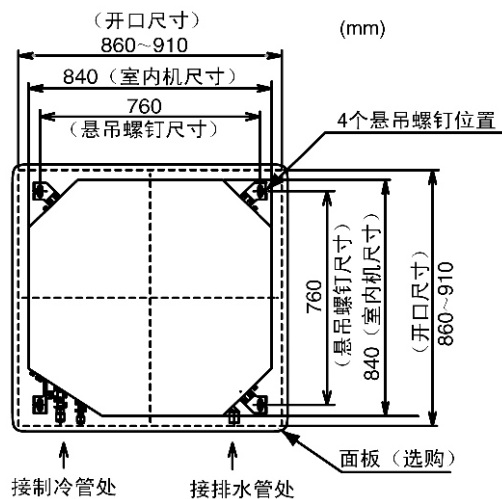
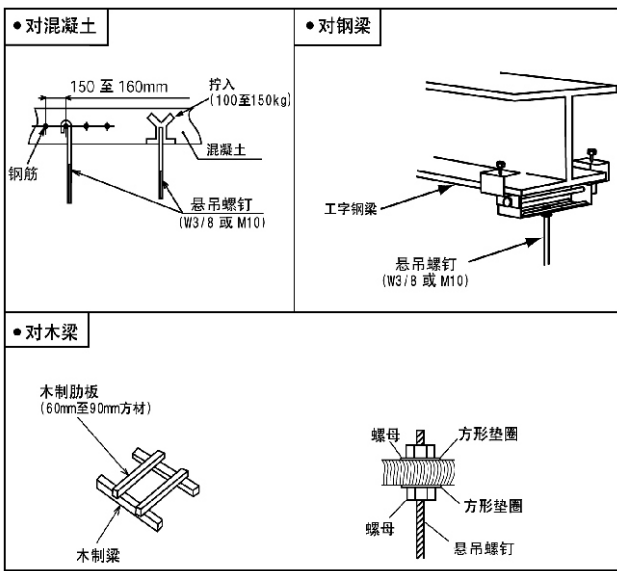

图6.3 天花板开口及悬吊螺栓位置
图 6.4 悬吊螺栓的固定
- (2) 如图6.3所示，在吊顶上开孔用于安装室内机。
- (3) 确保吊顶水平，否则冷凝水无法排出。
- (4) 加强吊顶的开孔部。
- (5) 如图6.4所示，固定悬吊螺栓。